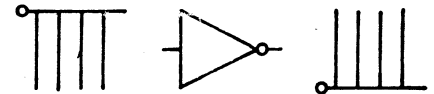

Figure 6. Fonctionnement du convertisseur
2. Analyse de porte dynamique. Une porte peut sembler fonctionnelle lorsqu'elle est observée statiquement (niveaux d'entrée CC constante), mais peut être défaillante en fonctionnement réel du circuit (signal d'entrée pulsé). La figure 6 montre comment un convertisseur change une impulsion négative en une impulsion positive. Toute cette information est indiquée lorsqu'on utilise la sonde logique.